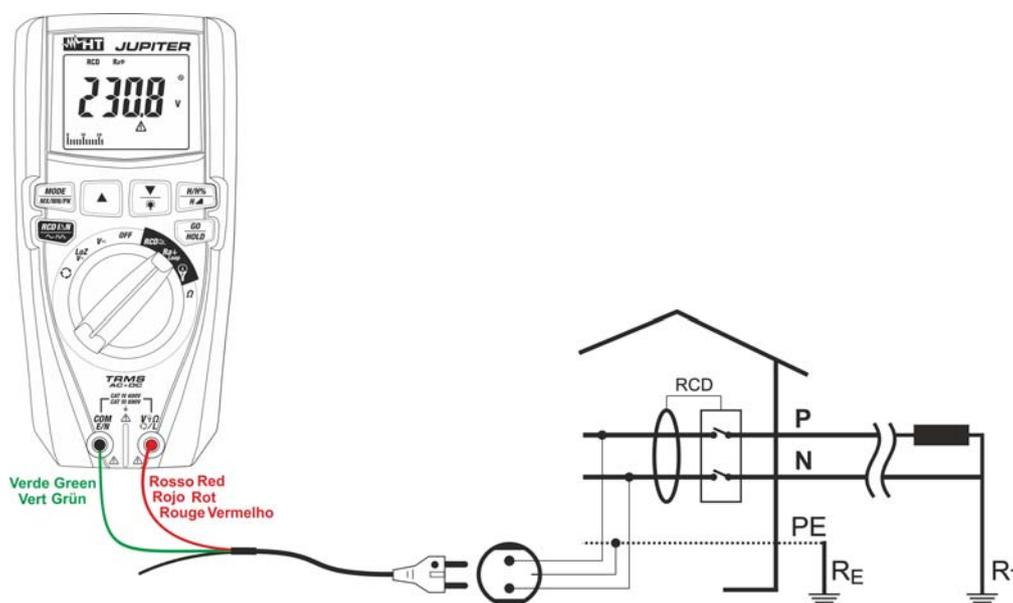

Fig. 17: Uso do instrumento para medir a resistência global de terra com cabo Schuko
5. No caso de usar um cabo com ficha shuko inserir o condutor vermelho no terminal de entrada **V Ω L** e o condutor verde no terminal de entrada **COME/N** e ligar o instrumento à instalação em exame (ver Fig. 17). O valor da tensão Fase-Terra é apresentado no display.